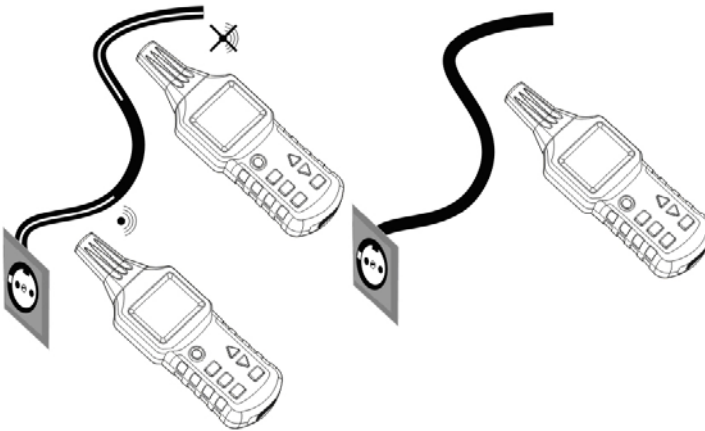

Fig.25
- La mesure doit être effectuée selon la Fig. 25 ;